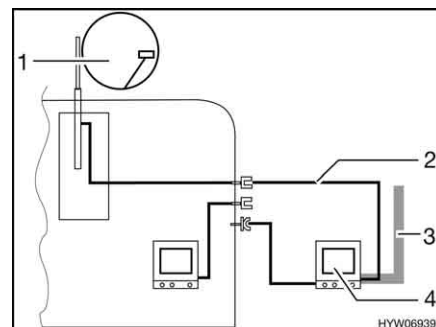

Fig. 89 TV nella tenda veranda
- TV nella tenda veranda (Fig. 89,4): Collegamento all'antenna del tetto (Fig. 89,1) con cavo di collegamento (Fig. 89,2)
- TV nella tenda veranda (Fig. 89,4): Collegamento a antenna esterna (Fig. 89,3)